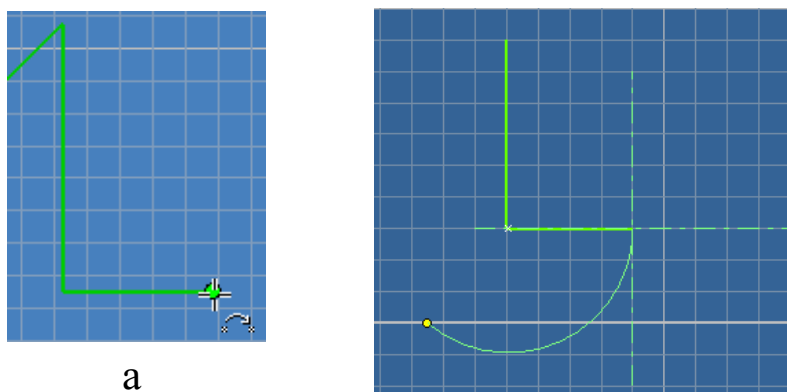

Рис. 7
**Укажите последнюю введенную точку** – должен появиться значок дугового сегмента, рисунок 7 а.